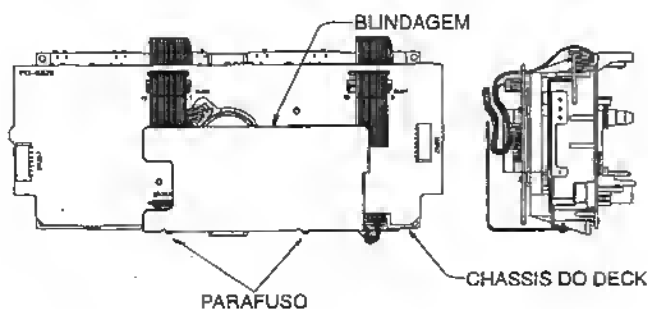

Fig. 10
- Retire os 2 parafusos de fixação da blindagem (fig. 10).
Obs: Ao remontar a blindagem no mecanismo, observe bem o modo como é passada a fiação (fig. 10).